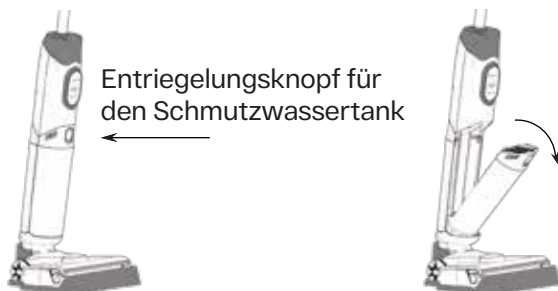
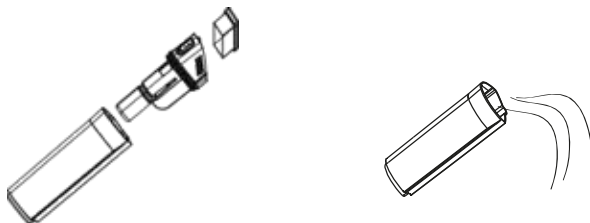

Abb. 17
Abb. 18
4. Setzen Sie den Schmutzwassertank anschließend wieder ein, indem Sie die Schritte der Demontage in umgekehrter Reihenfolge ausführen (siehe Abb. 17 und Abb. 18).